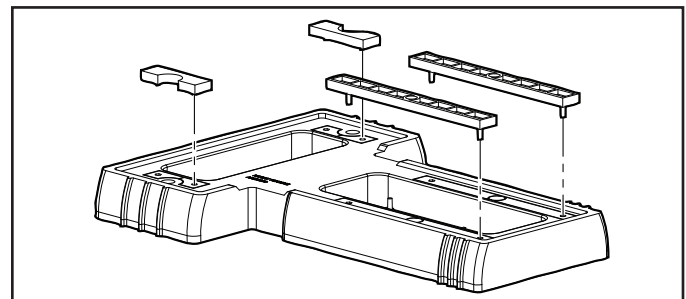

Figura 7. Presione los distanciadores hasta que queden en su lugar
3. Alinee los pines de los cuatro distanciadores con los orificios de la base. Presione los distanciadores en su lugar. Consulte la Figura 7.